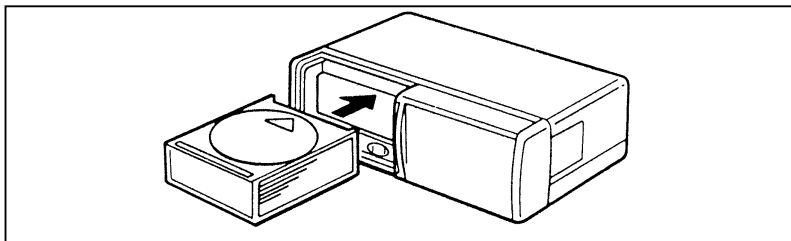

Figure 4
4. Engagez le chargeur dans l'appareil avec la flèche au sommet dirigée vers l'appareil (figure 4.) **Assurez-vous que le chargeur est bien engagé dans l'appareil.**